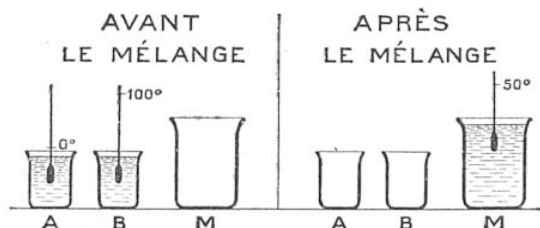

FIG. 7. — QUAND ON MÉLANGE DE L'EAU FROIDE ET DE L'EAU CHAUDE, L'ENTROPIE AUGMENTE
Pour simplifier le plus possible, tout en nous gardant des inexactitudes, considérons deux litres d'eau (fig. 7), l'un à 0° C (soit à 273° absolus), l'autre à 100° C (soit à 372° absolus) (1). Mis dans une pièce à 0° C, l'eau chaude abandonne 100 calories, l'autre, froide 0 calorie; si nous divisons ces deux nombres, l'un par 373, l'autre par 273, nous obtenons respectivement 0,269 calorie par degré et 0 calorie par degré, soit, en tout, 0,269 calorie par degré.
Reprenons (fig. 7) notre mélange d'eau froide et d'eau chaude, qui nous a donné de l'eau tiède : les molécules de l'eau chaude *A* possèdent un mouvement rapide dans tous les sens ; celles de l'eau froide *B*, un mouvement sensiblement plus lent ; le désordre en *A* était complet, ainsi que le désordre en *B* ; mais il y avait néanmoins, pour l'ensemble *A B*, une différenciation, un restant d'ordre, puisque les molécules étaient « classées » en deux catégories, suivant leurs vitesses.
En d'autres termes, entropie et probabilité ne sont que deux aspects de la même idée. En effet, après le mélange, en *M* (fig. 7), il serait tout à fait invraisemblable que, brassées en tous sens, certaines molécules conservassent une grande vitesse, d'autres, une vitesse très faible ; il est infiniment plus probable que les vitesses s'égalisent. Ce sont